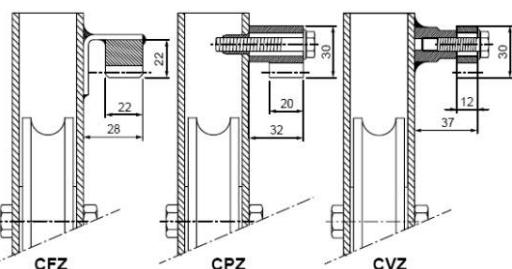

рис. 7
7.1. Модель CFZ (рис. 7)
7.2. Модель CVZ (рис. 7)